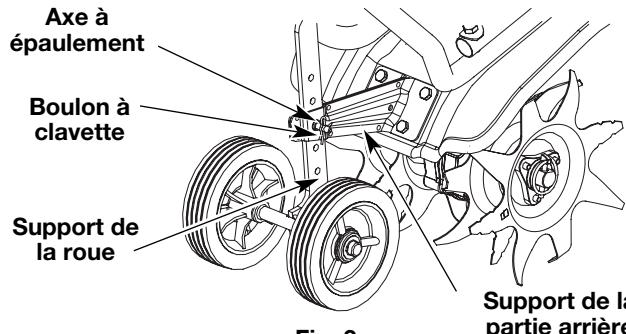

Fig. 3
- Retirez le boulon à clavette de la vis à oeillet et faites glisser la goupille du support de la partie arrière (Fig. 3).